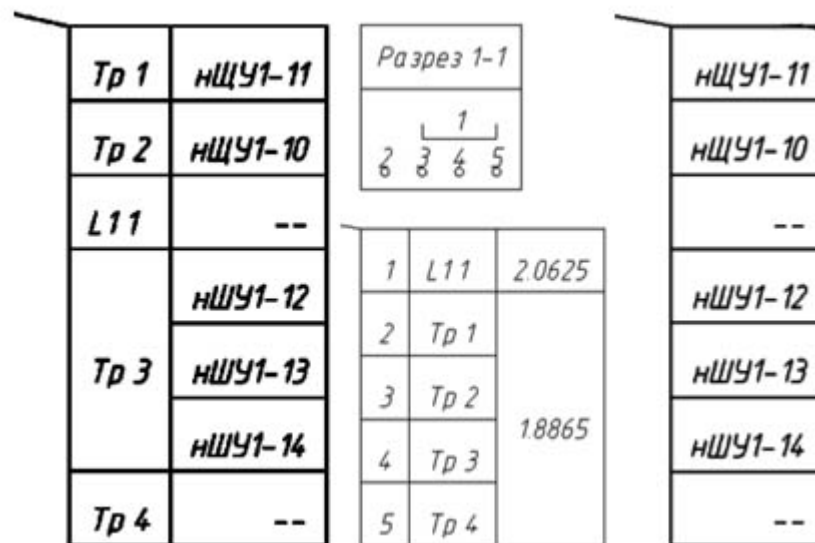

Рисунок 8 — Адаптированные выноски (а, б, в)
- получаются выноски практически всех вариантов, необходимых для оформления по ГОСТ (см. рис. 8)